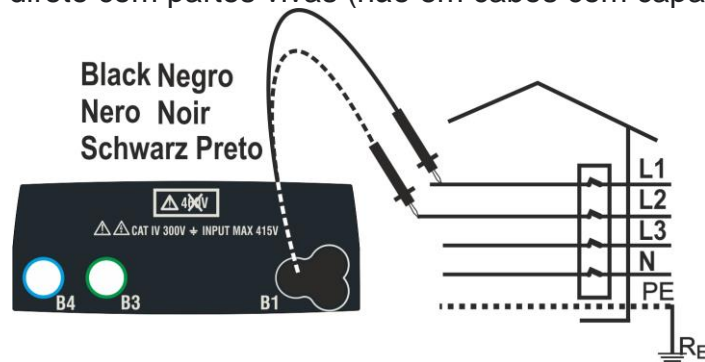
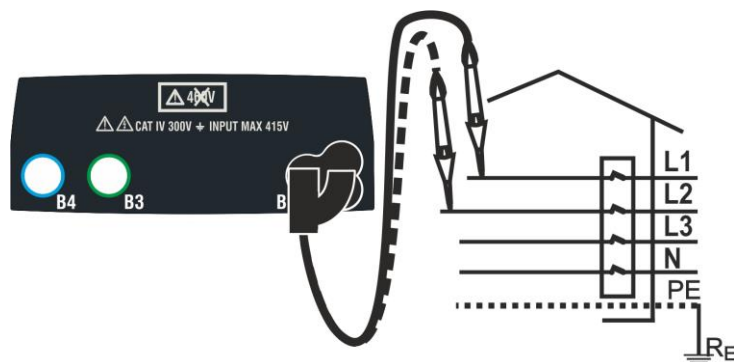

Fig. 35: Controlo de sequência de fase com cabo de medição
Fig. 36: Controlo sequência de fase com condutor remoto
2. Insira o conector do cabo preto no cabo de entrada B1 correspondente do instrumento. Como alternativa, use o cabo único e aplique a respectiva pinça crocodilo na extremidade livre do cabo. Também é possível usar o cabo de teste remoto inserindo o conector multipolar no cabo de entrada B1. Ligue as pinças crocodilo ou o cabo remoto à rede elétrica de acordo com Fig. 35 ou Fig. 36.
6. Nessas condições, ligue a pinça crocodilo ou o condutor remoto à fase L2, conforme mostrado na Fig. 35 ou Fig. 36.